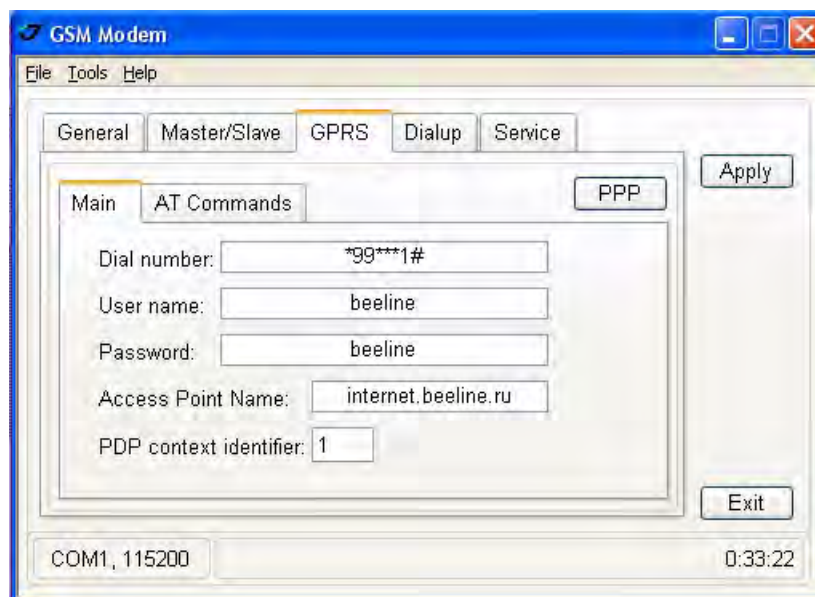

Рисунок 30. GPRS tab
- В закладке *GPRS* необходимо ввести номер, имя пользователя и пароль, имя точки доступа и PDP контекстный идентификатор, чтобы установить GPRS соединение (Рис. 30 на стр. 46).